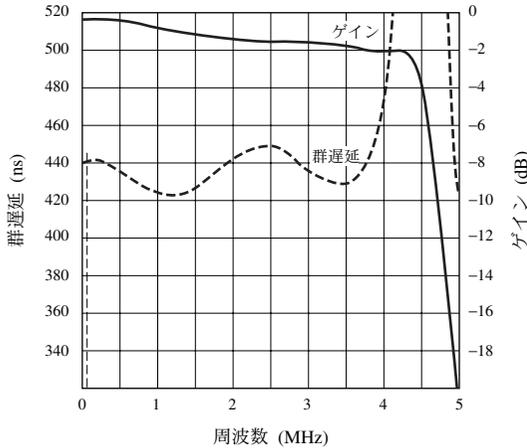

図1
4.5 MHz LPFの周波数特性(本ICのPin17からPin19までの周波数特性)は、おおむね図1のようになります。